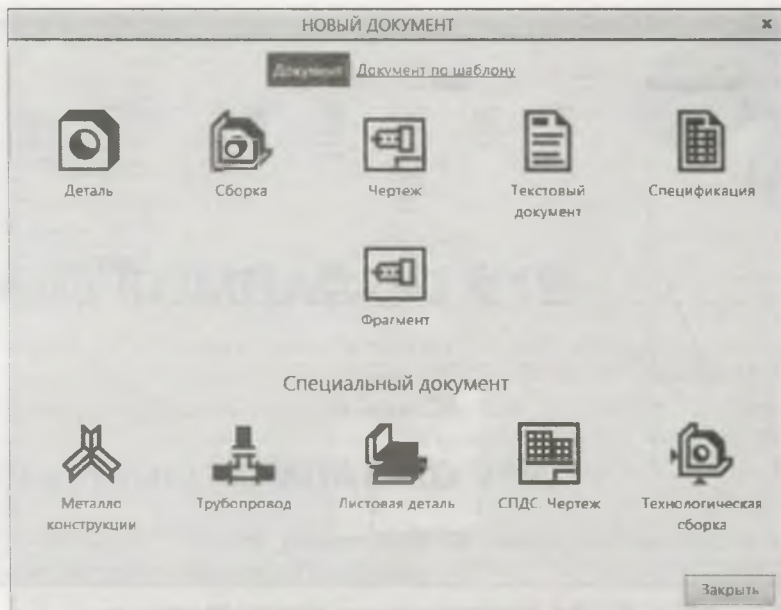

Рис. 2.2. Диалоговое окно Новый документ
- ◆ **Создать** — после щелчка ЛК мыши появляется диалоговое окно **Новый документ** (рис. 2.2) для открытия необходимого режимов работы.